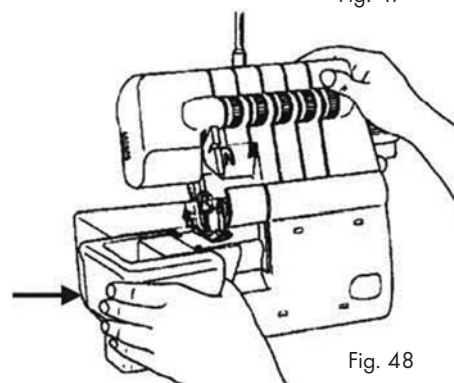

Fig. 48
- Pour remplacer à nouveau le couvercle du bras libre, faites-le glisser sur le bras libre 12, jusqu'à ce qu'il s'enclenche et soit bien assis (Fig. 48).